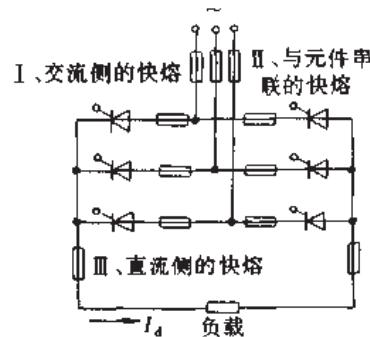

图 2.3.17 快速熔断器在整流
(5) 采用快速熔断器作短路保护 当装置出现短路电流时，快速熔断器能在 10ms 内切断故障支路，是保护晶闸管的有效方法。根据快速熔断器在整流电路中安装的位置（见图 2.3.17），选择快速熔断器熔体额定电流的方法将有所不同。